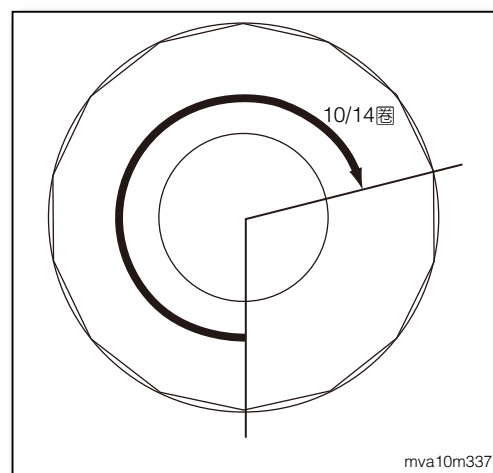

图8
- 用手将机油滤芯旋到与安装面接触，再转10/14圈锁紧或锁紧至规范值(如图8)。